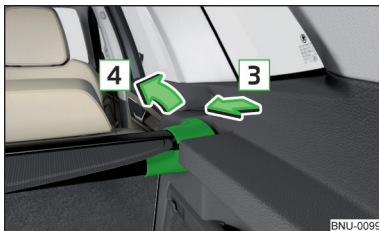

Fig. 147
- Appuyez sur le côté de la barre transversale dans le sens de la flèche **3** et retirez le couvre-bagages dans le sens de la flèche **4** » fig. 147.